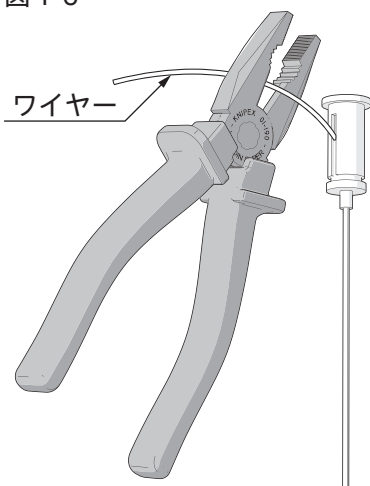

図 17
13. 本体側の電源コードをコード押さえに通します。(図17)